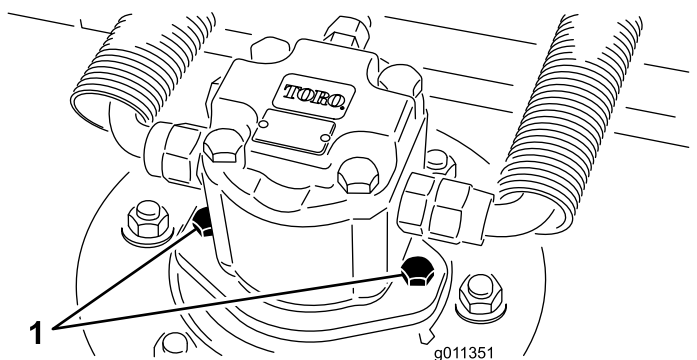

Bild 119
2. Schließen Sie den Hydraulikmotor vom Mähwerk ab und nehmen ihn ab (Bild 119). Decken Sie die Spindeloberseite ab, um einer Verunreinigung vorzubeugen.
3. Montieren Sie den Hydraulikmotor am Mähwerk (Bild 119). Stellen Sie sicher, dass sich der O-Ring unbeschädigt in seiner Position befindet.